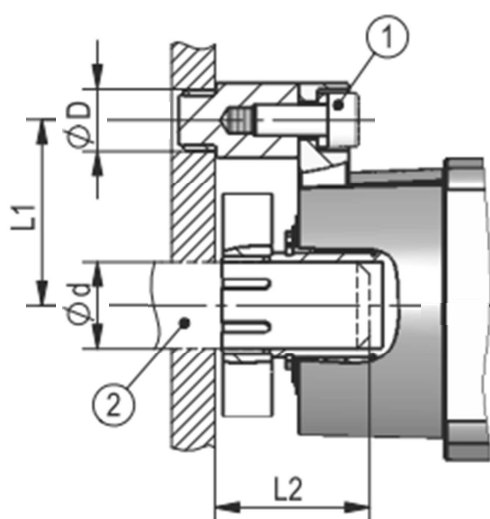
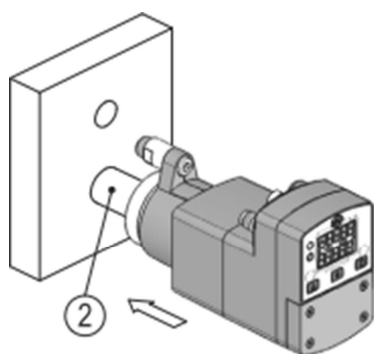
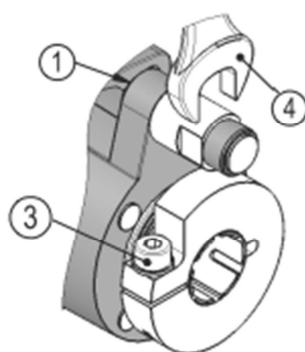

図 1：設置寸法
図 2：設置
図 3：トルクピン取り付け
| ⚠ 注意 | 主軸受の破損不適切な設置によるシャフトのストレスは、アクチュエータの発熱や破損を引き起こします。▶ 作業を適切に行い、シャフトとトルクピン用穴の角度ずれをできるだけ小さくしてください。(図 1、表 1 参照)                            |
| ⚠ 注意 | ハウジングの破損トルクピンが正しく取り付けられないと、ハウジングが破損する場合があります。(図 3 参照)▶ 許容締め付けトルクは、 $2N \cdot m$ 以下を順守してください。                                        |
| ⚠ 注意 | 座標値データの損失とブレーキ機能無しの装置シャフトが滑ったり破損するリスクがない限り、以下の推奨事項に従ってください。▶ クランプリングのネジ③(図 3 参照)の締め付けトルク： $3N \cdot m$ 以上▶ 推奨シャフト径： $\phi 14h9$ |
## 設置準備 (図 1、図 3)
## 設置 (図 2、図 3)